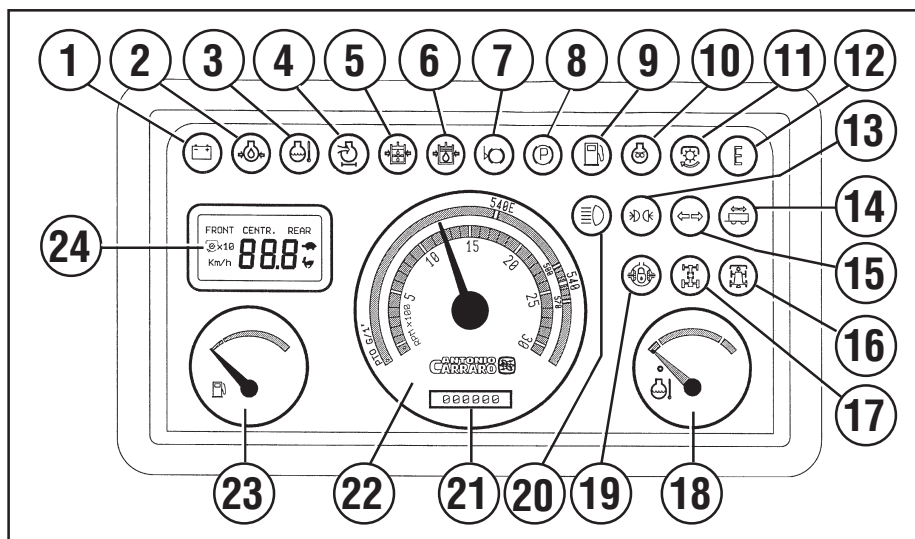

Fig. 27
- Sätt i nyckeln i tändningslåset och vrid om till läge "2". Efter detta tänds kontrollamporna för "otillräcklig laddning av batteriet" (1 fig. 27) och för "otillräckligt oljetryck" (2 fig. 27). På maskiner som är förberedda tänds även kontrollampen "funktion för föruppvärmning" (10 fig. 27).